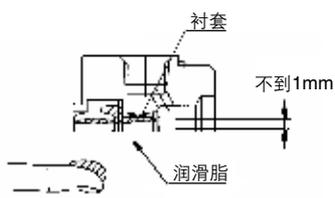

图6 杆密封圈
- ③⑧杆密封圈B: 在密封圈和导向套的内周全体涂抹上润滑脂。(参见图6)